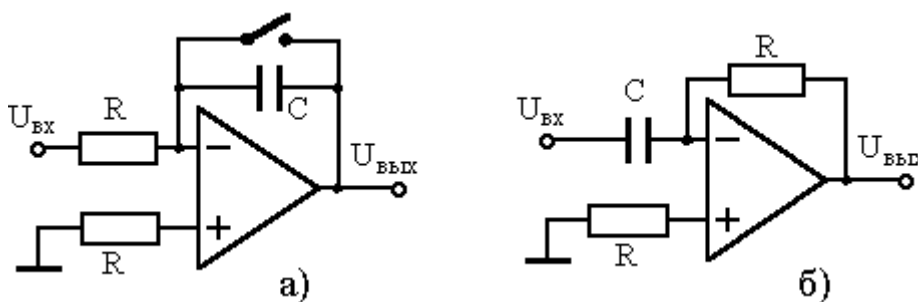

Рис. 8. Интегрирующий (а) и дифференцирующий (б) усилители
**Аналоговый интегратор.** Рассмотрим схему на рис. 8,а. Ток  $I_{\text{ВХ}} = I_R = U_{\text{ВХ}} / R = I_C = C \cdot dU_C / dt$  (мнимое заземление). Следовательно, с учетом полярности  $U_C$ , получаем
**Дифференцирующий усилитель** получается, если  $R$  и  $C$  поменять местами (рис. 8,б):  $K_{OC}(\omega) = -j\omega RC = -pRC$ , где  $p = j\omega$  — отображение операции дифференцирования. Эта схема сравнительно редко используется на практике, так как обладает большим  $K_{OC}$  на высоких частотах и усиливает импульсные наводки и собственные шумы.